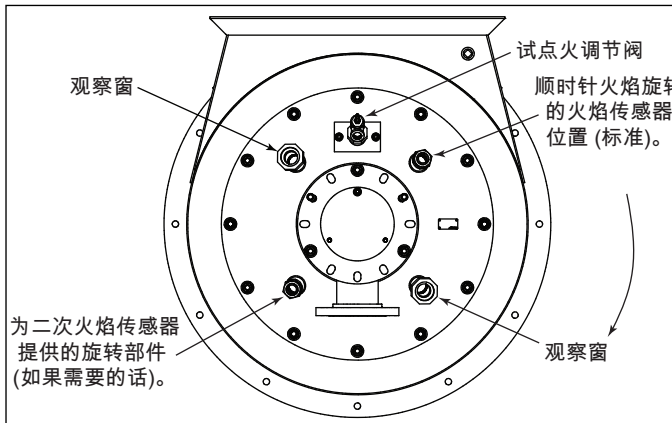

图 3.4. 火焰传感器安装和观察孔位置
- 对于燃气、轻油或带有空气雾化的重油，把紫外扫描器定位于引燃器附近的两个安装端口之一，以判明引燃器和主火焰。剩下的两个端口根据客户偏好可以用于紫外线或观察孔（见图 3.4）。